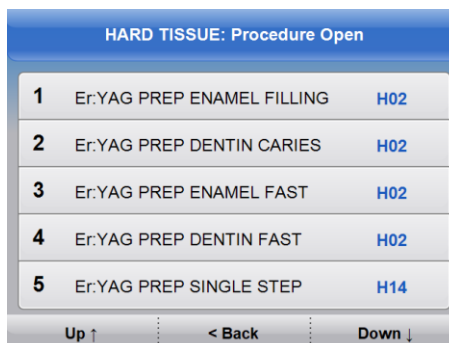

Рисунок 11.2: Подгруппа приложения — уровень 2
- Нажмите на значок, представляющий подгруппу приложения — на экране отобразятся первые 5 приложений из выбранной подгруппы (см. рисунок 11.2). Прокрутите список вверх или вниз с помощью кнопок «Up» (вверх) и «Down» (вниз) соответственно. Нажмите на соответствующее приложение.
1. Если уровень группы приложения был установлен на L2, появится группа приложений (см. рисунок 11.2):